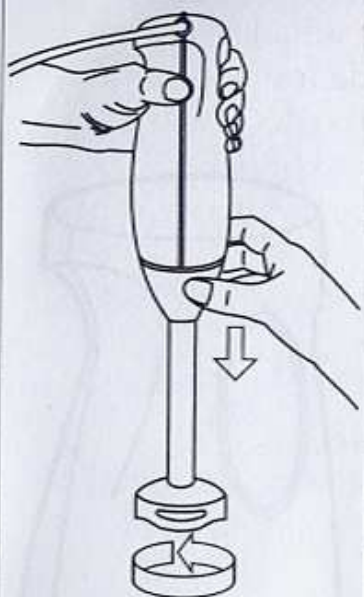

Fig. 1
-Le bras (C) peut être démonté du corps du moteur (B) en le dévissant dans le sens des aiguilles d'une montre, ce qui permet de le nettoyer et d'entretenir le batteur (Fig. 1).